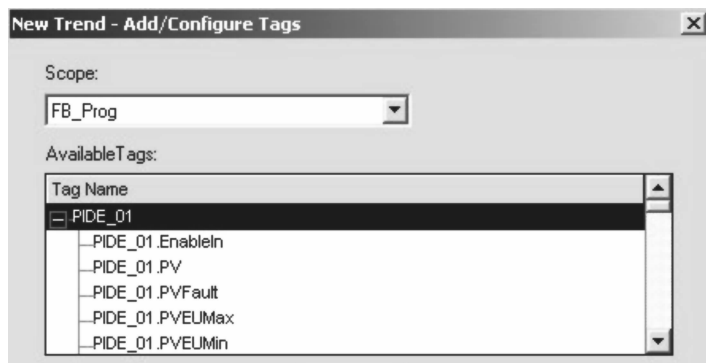

图 16-34 PIDE_01 标签
3. 出现如图 16-34 所示界面后，从“范围”（Scope）下拉菜单中选择 FB_Prog，然后展开“可用标签”（Available Tags）窗口中的 PIDE_01 标签。